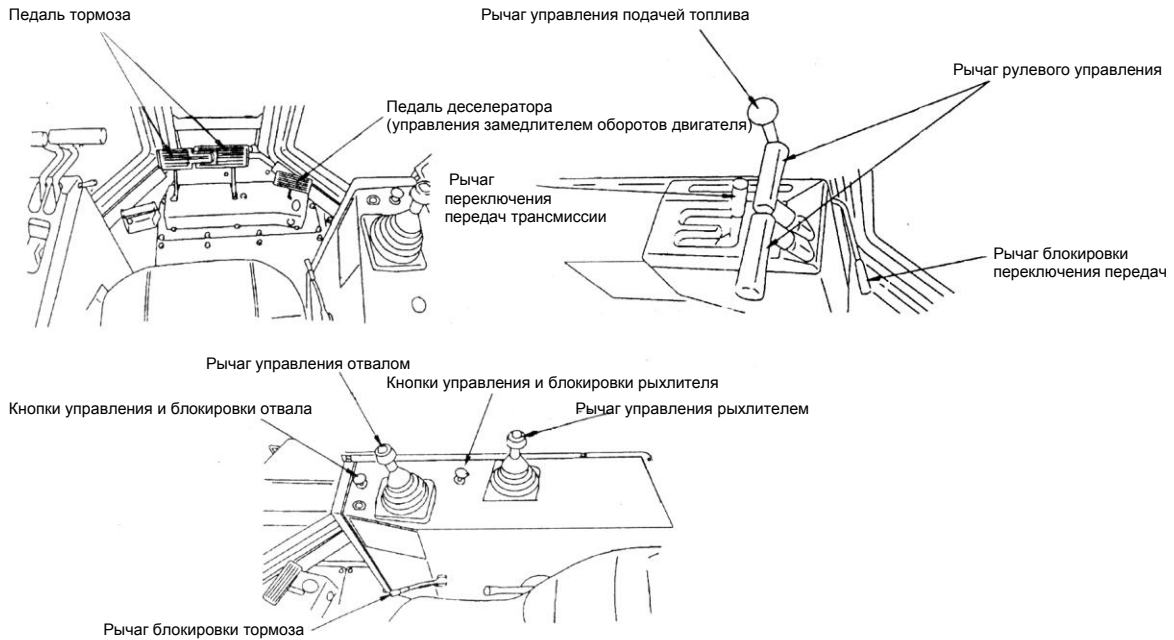

Рис. 1-5.
1.3.1. Расположение органов управления (Рис. 1-5)